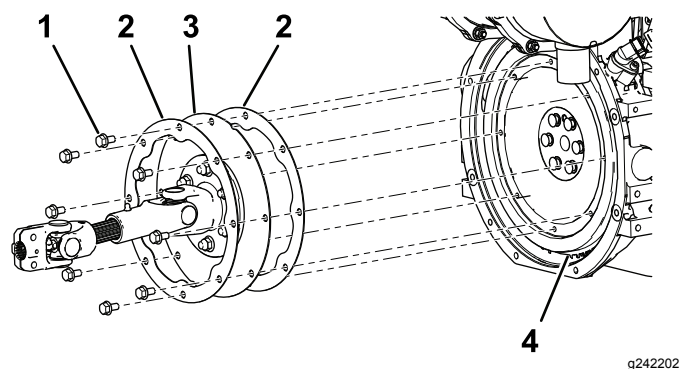

Рисунок 4
9. Установите опорное кольцо с каждой стороны большого конца нового ведущего вала (Рисунок 4).
10. Совместите отверстия на большом конце нового ведущего вала и опорных колец с отверстиями в маховике двигателя (Рисунок 4).
11. Нанесите стопорящий состав для резьбы средней степени фиксации, допускающий снятие, на резьбовую поверхность 8 прилагаемых коротких колпачковых винтов с фланцевыми головками (Рисунок 4).
12. Прикрепите ведущий вал и опорные кольца к маховику при помощи 8 прилагаемых колпачковых винтов с фланцевыми головками (Рисунок 4).